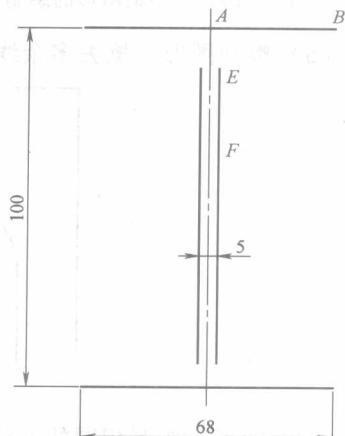

图 1-7 工字钢图形的绘制（一）
(1) 作对称线和已知直线 根据 100mm 和 68mm 尺寸，作两条长 68mm、相距 100mm 的水平实线，过中点画一条细点画线作为对称线，再以细点画线为中心左右对称作两条相距为 5mm 的平行实线，如图 1-7 所示。